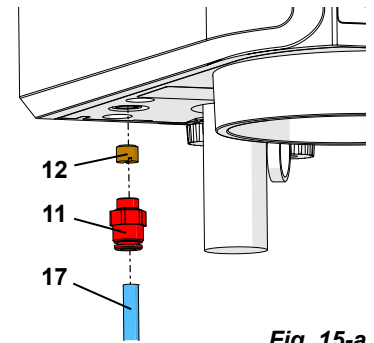

Fig. 15-a
**Filtro de entrada enchufado; delante de la conexión de aire comprimido (Fig. 15-b).**
- ⇒ Presione el anillo del filtro de entrada (12) hacia arriba y extraiga el tubo flexible para aire comprimido (17).
- ⇒ Presione el anillo en la conexión de aire comprimido (11) hacia arriba y retire el filtro de entrada (12).